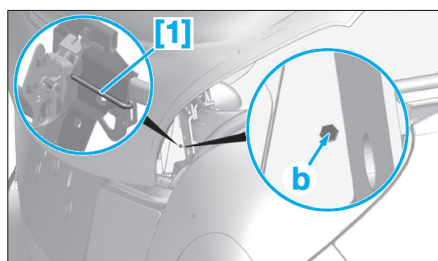

Fig. 115
- Soulever le couvercle supérieur de coffre (3).
- Engager l'outil [1] dans le guide "b" de l'articulation droite (Fig.115).